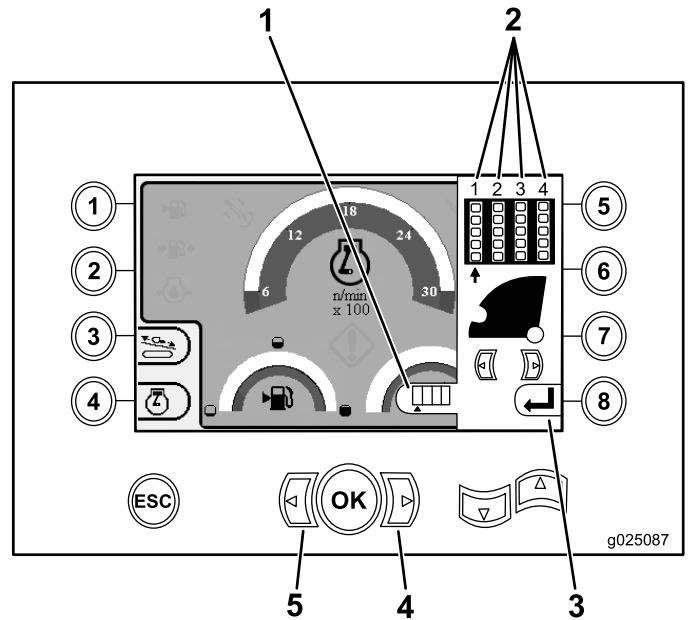

Figura 21
1. Pulse Flecha derecha o izquierda para seleccionar el número de la fila a la que desea acceder (Figura 21).
2. Después de colocar la flecha debajo del número de la fila a la que desea acceder, pulse el botón OK (Figura 21), y vuelva a la Pantalla principal (página 28).